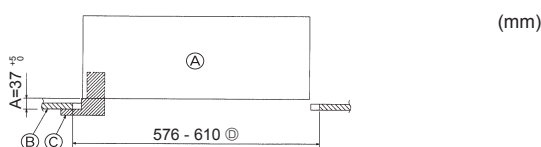

Fig. 6-2
②	Vis avec rondelle	4	M5 × 0,8 × 28 (mm)
③	Jauge	1
④	Fil de jonction pour le récepteur de signal	1	Fourni avec le récepteur de signal.
⑤	Fil de jonction pour le Capteur i-see	1	Fourni avec le Capteur i-see.
⑥	Fixation	2	Fourni avec le récepteur de signal.
⑦	Fixation	2	Fourni avec le Capteur i-see.
⑧	Télécommande sans fil	1	Fournie s'il s'agit d'un modèle avec télécommande sans fil.
⑨	Support de la télécommande	1	Fournie s'il s'agit d'un modèle avec télécommande sans fil.
⑩	Piles LR6 AA	2	Fournie s'il s'agit d'un modèle avec télécommande sans fil.
⑪	Vis autotaraudeuses 3,5 × 16	2	Fournie s'il s'agit d'un modèle avec télécommande sans fil.
6.2. Préparatifs préalables à la fixation de la grille (Fig. 6-2)